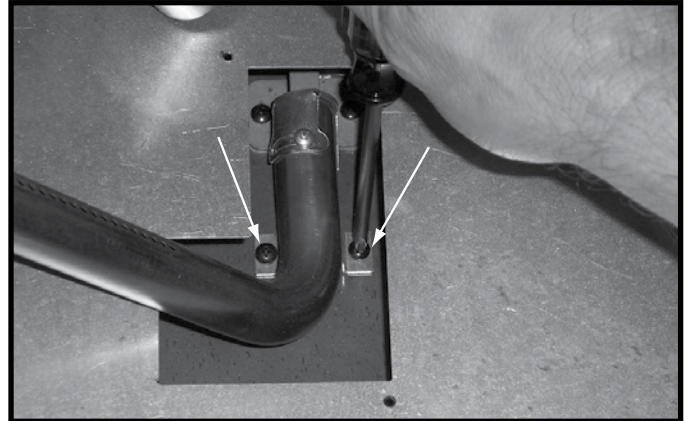

Figure 11.18 Retrait des tubes externes du brûleur
- Retirez les trois tubes externes du brûleur en retirant deux vis sur chaque tube. Avant le retrait, il sera nécessaire de retirer deux vis de l'ensemble de la veilleuse et deux vis de l'écran de la veilleuse à l'arrière du tube du brûleur. Voir la figure 11.18.